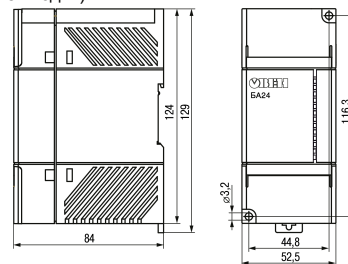

Рисунок 4.2 – Внешний вид, габаритные и установочные размеры прибора
1. Убедиться в наличии свободного пространства для подключения прибора и прокладки проводов (см. *рисунок 4.2*). Подготовить место на DIN-рейке.
1. Убедиться в наличии свободного пространства для подключения прибора и прокладки проводов (см. *рисунок 4.2*).